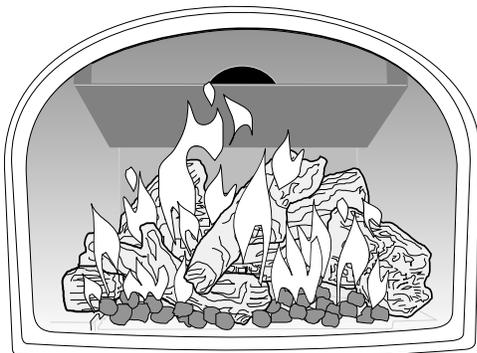

Figure 29. Apparence des flammes au réglage maximal («High») après environ 15 à 20 minutes de chauffage
3. **RÉGLAGE DU BRÛLEUR** : Ce poêle est doté d'une valve de contrôle de gaz à débit variable qui permet un réglage manuel facile de la hauteur des flammes et de la puissance de chauffage. Pour régler l'intensité des flammes entre le maximum et le minimum, tournez le bouton «HI/LO». La hauteur des flammes peut être ajustée jusqu'à environ 50% de la plage comprise entre les réglages BAS et HAUT. Voir fig. 29.